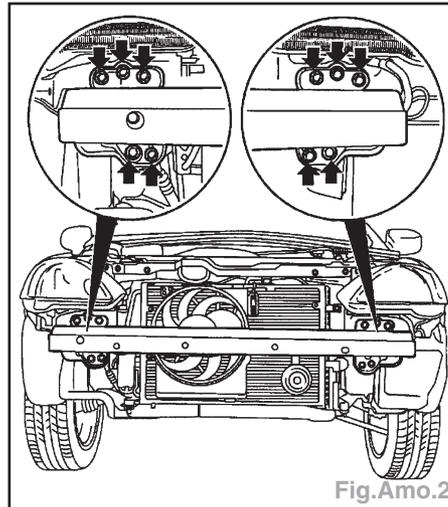

Fig.Amo.2
- les 10 vis du support avant (Fig.Amo.2).